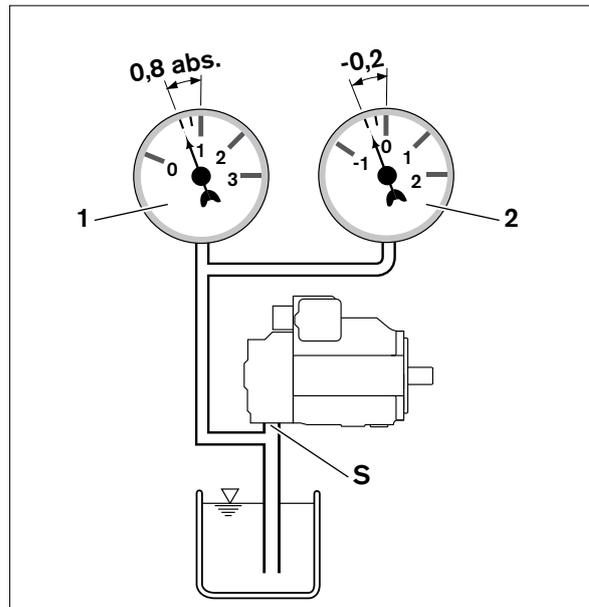

Рис. 21: Давление всасывания
- ▶ Удостоверьтесь, что для аксиально-поршневого насоса во всех положениях установки и монтажных позициях во время эксплуатации и при холодном пуске на сопряжении „S“ присутствует минимальное давление всасывания 0,8 бар абс., смотрите рис. 21. Дополнительные значения смотрите в техническом паспорте.